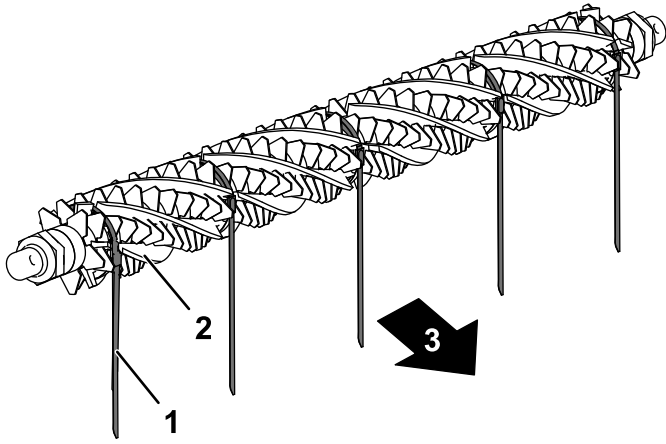

图17
3. 从疏草刀滚刀的一侧将刷子滑入整个疏草刀滚刀上的每条凹槽 图17。
**重要事项** 箍带必须以主要旋转方向绕着疏草刀刀片和刷子组件缠绕。图17中所示为用于正向旋转安装的箍带。